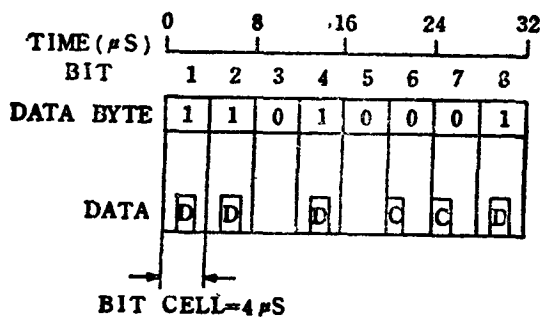

图 1-3 MFM倍密度编码方式每个BIT CELL内不一定非要CLOCK BIT不可,故容量为FM的2倍
CLOCK BIT仍然被采用，但是只有在前一个BIT CELL及目前BIT CELL都无DATA BIT时才被写入。所以大家在图1-3可看到每个BIT CELL只有一次磁通变化 (FLUX CHANGE)。
MFM编码规则(图1-3)
- (1) DATA BIT是写在每一个BIT CELL的中央。
- (2) 如果在目前这个BIT CELL没有DATA BIT,并且前一个BIT CELL也没有DATA BIT,则一个CLOCK BIT会被安排写在目前BIT CELL的开头处。如图1-3中的BIT6及BIT7。